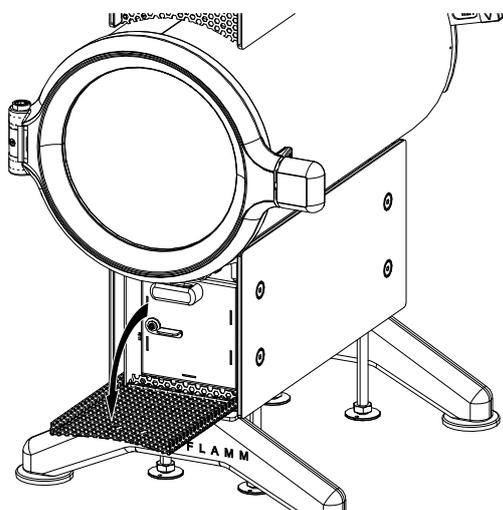

Fig. 22: Piegare lo schermo perforato verso il basso
- 1) Piegare il coperchio perforato verso il basso (vedere Fig. 22).